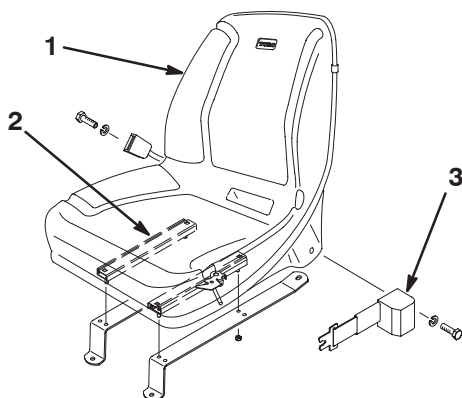

Figure 4
2. Fixez les brides de montage aux dispositifs de réglage du siège avec 4 écrous à collerette (siège standard) ou 4 boulons, rondelles plates et écrous à collerette (siège de luxe) (Fig. 4). La visserie de montage est fournie avec les kits sièges.
3. Fixez la ceinture de sécurité dans les trous situés de part et d'autre du siège avec 2 boulons et rondelles-freins (siège standard) ou 2 boulons et contre-écrous (siège de luxe) (Fig. 4). La visserie de montage est fournie avec les kits sièges.